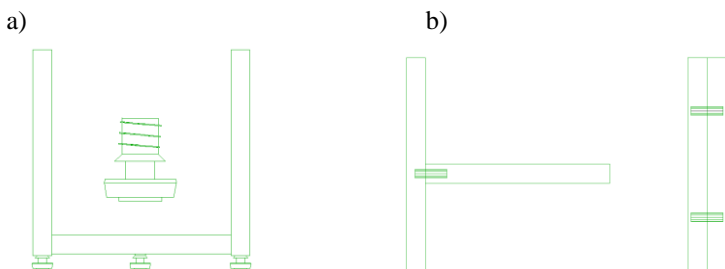

Рис. 11.12 Примеры фурнитуры и крепежа с классом “Комплект”.
- Один и тот же блок, фурнитура, крепеж по способу установки может входить в разные базы, см. рис. 11.12 а), стр. 433, но специфицируется как один и тот же объект.
- Один и тот же блок, фурнитура, крепеж по обработке связанной с установкой объекта в проект может входить в разные записи одной либо нескольких баз, см. рис. 11.12 б), стр. 433, но специфицируется как один и тот же объект.